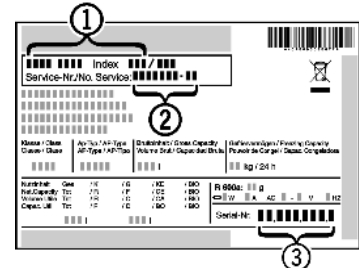

Fig. 18
- ▶ Relever la désignation de l'appareil *Fig. 18 (1)*, le n° de service *Fig. 18 (2)* et le n° de série *Fig. 18 (3)* sur la plaquette signalétique. Cette plaquette se trouve sur la paroi intérieure gauche de l'appareil.
- ▶ Informer le S.A.V. et lui communiquer la panne, la désignation de l'appareil *Fig. 18 (1)*, le n° de service *Fig. 18 (2)* et le n° de série *Fig. 18 (3)*.